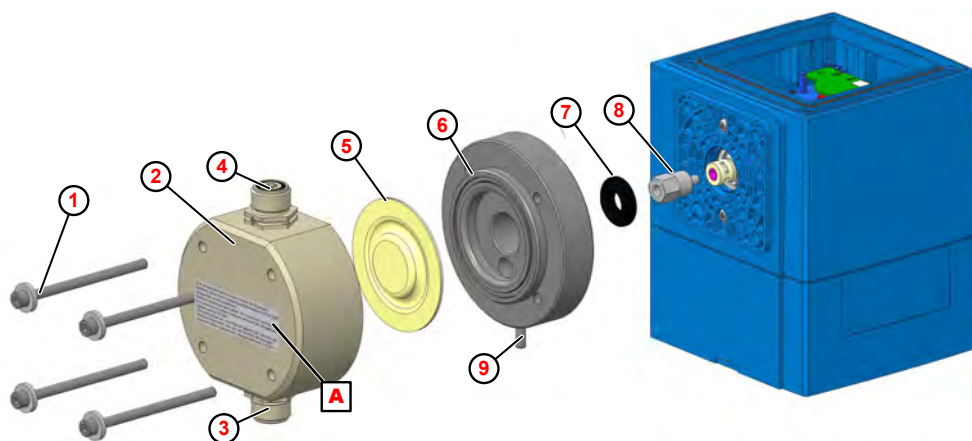

Fig. 24: Sustitución del cabezal de la bomba, la membrana y la membrana protectora
1. ➤ Destornillar las válvulas de aspiración y de descarga ( Fig. 24 , ③ y ④ ).
2. ➤ Aflojar y retirar los tornillos del cabezal de la bomba ① .
3. ➤ Quitar el cabezal de la bomba ② .
4. ➤ Desenroscar la membrana ⑤ .
5. ➤ Quitar la placa intermedia ⑥
6. ➤ Retirar la membrana protectora ⑦ .
8. ➤ Insertar la placa intermedia de forma que la salida de rotura de membrana ⑨ señale hacia abajo.